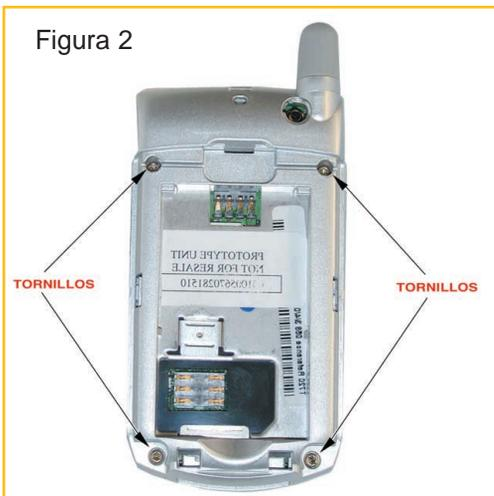

Figura 2
2) Utilizando un destornillador T-6 apropiado (para tornillos con fresa hexagonal) quite los 4 tornillos como se muestra en la figura 2.